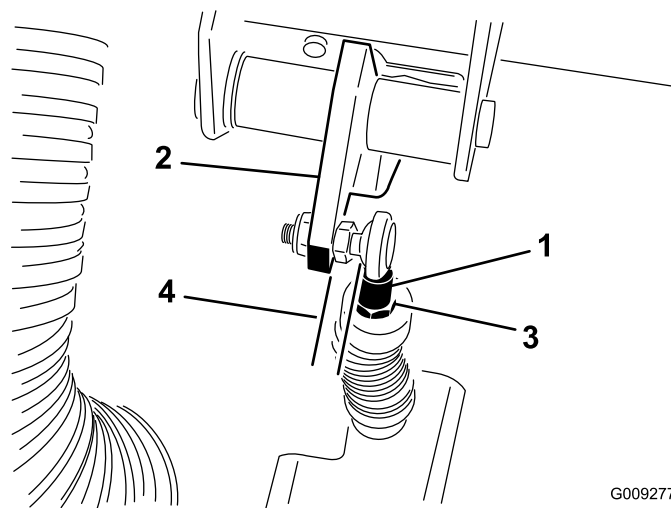

Figura 71
**Importante:** Verificate che l'estremità dell'asta sia correttamente posizionata sulla sfera, non ritorta, e rimanga parallela al pedale della frizione dopo aver serrato il controdado (Figura 71).